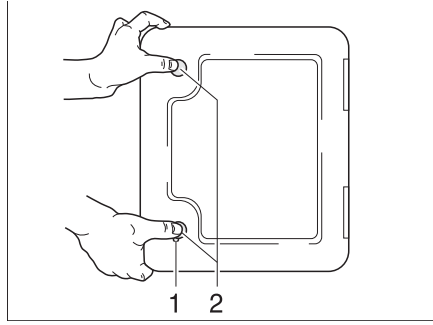

Fig. 150 Trampa para el cassette Thetford
La trampa de evacuación para el cassette Thetford (Fig. 150) está en la parte exterior del vehículo.
- Introducir la llave en el cilindro de cierre del cierre a presión (Fig. 150,1) y girarla un cuarto de vuelta en sentido de las agujas del reloj.
- Presionar ambos cierres a presión (Fig. 150,2) al mismo tiempo con el pulgar y abrir la trampa para el cassette Thetford.